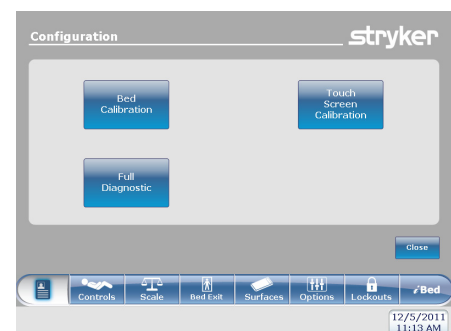

Abbildung 2: Bildschirm „Configuration“ (Konfigurationsbildschirm)
6. Die Taste „Main Menu“ (Hauptmenü) loslassen und Sie gelangen auf den in Abbildung 2 dargestellten Konfigurationsbildschirm (Configuration Screen).